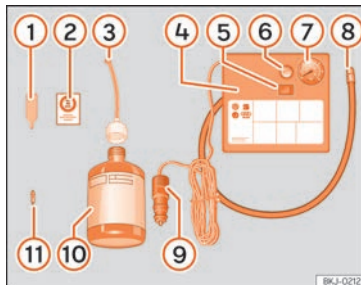

Abb. 29 Prinzipdarstellung: Bestandteile des Pannensets.
Das Pannenset befindet sich im Gepäckraum unter dem Bodenbelag. Es besteht aus folgenden Bestandteilen »» **Abb. 29**:
- Ventilkappe und Ventileinsatz vom Reifenventil abschrauben. Verwenden Sie den Ventileinsatzdreher »» **Abb. 29** ① zum Heraus-schrauben des Ventileinsatzes. Legen Sie den Ventileinsatz auf einem sauberen Untergrund ab.
- Reifendichtmittelflasche kräftig schütteln »» **Abb. 29** ⑩.
- Schrauben Sie den Einfüllschlauch »» **Abb. 29** ③ auf die Dichtmittelflasche. Die Folie am Verschluss wird automatisch durchstoßen.
- Verschlussstopfen vom Einfüllschlauch »» **Abb. 29** ③ entfernen und das offene Ende ganz auf das Reifenventil stecken.
- Ventileinsatz mit dem Ventileinsatzdreher »» **Abb. 29** ① wieder in das Reifenventil schrauben.
- Reifenfüllschlauch »» **Abb. 29** ⑧ des Luftkompressors fest auf das Reifenventil schrauben.
- Prüfen, ob die Luftablassschraube »» **Abb. 29** ⑥ zuge dreht ist.
- Stecker »» **Abb. 29** ⑨ in die 12 Volt-Steckdose des Fahrzeugs stecken »» **Seite 106**.
- Luftkompressor mit dem EIN- und AUS-Schalter »» **Abb. 29** ⑤ einschalten.
- Kleben Sie den Aufkleber »» **Abb. 29** ② im Sichtfeld des Fahrers auf das Kombi-Instrument.
Den Reifenfüllschlauch »» **Abb. 29** ⑤ wieder anschließen und den Reifenfülldruck an der Reifenfülldruckanzeige ⑥ ablesen.